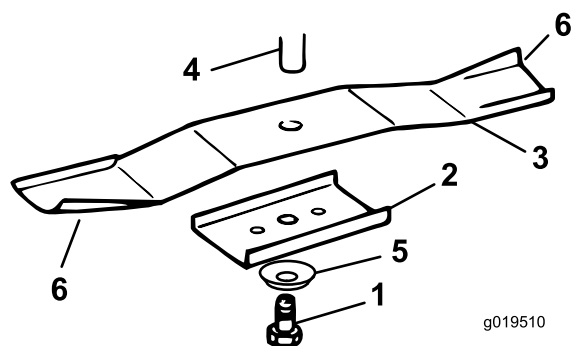

Figura 17
3. Togliete i bulloni delle lame, le rondelle curve, i fermi e le lame (Figura 17). In sede di rimozione del bullone, per bloccare la lama inserite un blocco di legno tra la lama e il tosaerba.
5. Montate nuove lame, fermi, rondelle curve (lato concavo verso la lama) e bulloni delle lame (Figura 17).